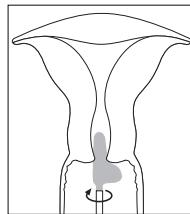

Рисунок 2
4. Утримуючи тампон у такому положенні, поверніть тампон 3 рази проти годинникової стрілки і 3 рази за годинниковою стрілкою, переконавшись, що довга ділянка «L» добре контактує з цервіальним каналом, а короткий відрізок «L» обертається навколо входу в шийку матки. Див. рис. 2